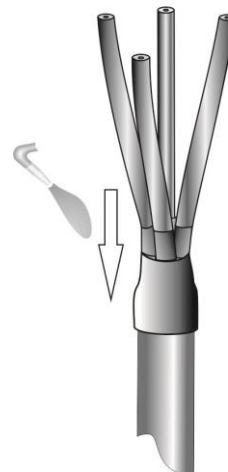

Рис.4
4.Прогреть пламенем газовой горелки жилы кабеля до температуры 50-60°C, сблизить жилы кабеля и одеть термоусаживаемую перчатку так, чтобы каждая жила попала в отверстие соответствующего “пальца”. Продвинуть перчатку как можно ближе к корешку разделки кабеля. Усадить перчатку, начиная от “пальцев” сначала на жилы, а затем к “юбке” перчатки. После усадки перчатка должна плотно облежать оболочку и изоляцию на жилах кабеля. По периметру “юбки” и “пальцев” должен быть заметен выступивший расплавленный клей (Рис.4).